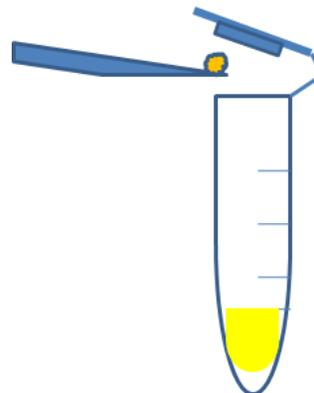

Figura 2.3.1 – Esquema da montagem para o teste de precipitação.
- Coloque uma porção mínima de  $\text{AgNO}_3$  em um microtubo e acrescente 0.5 mL de água. Feche o frasco e agite até sua dissolução (Figura 2.3.1).